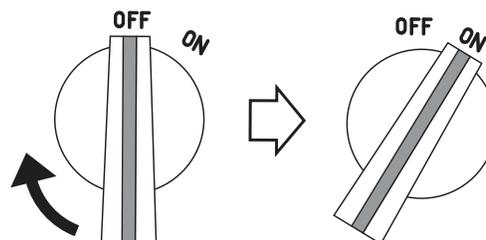

Figura 16. Interruptor de ENCENDIDO/APAGADO del motor (posición de ENCENDIDO)
5. Ponga el interruptor de encendido/apagado del motor (Figura 16) en la posición de “ENCENDIDO”.